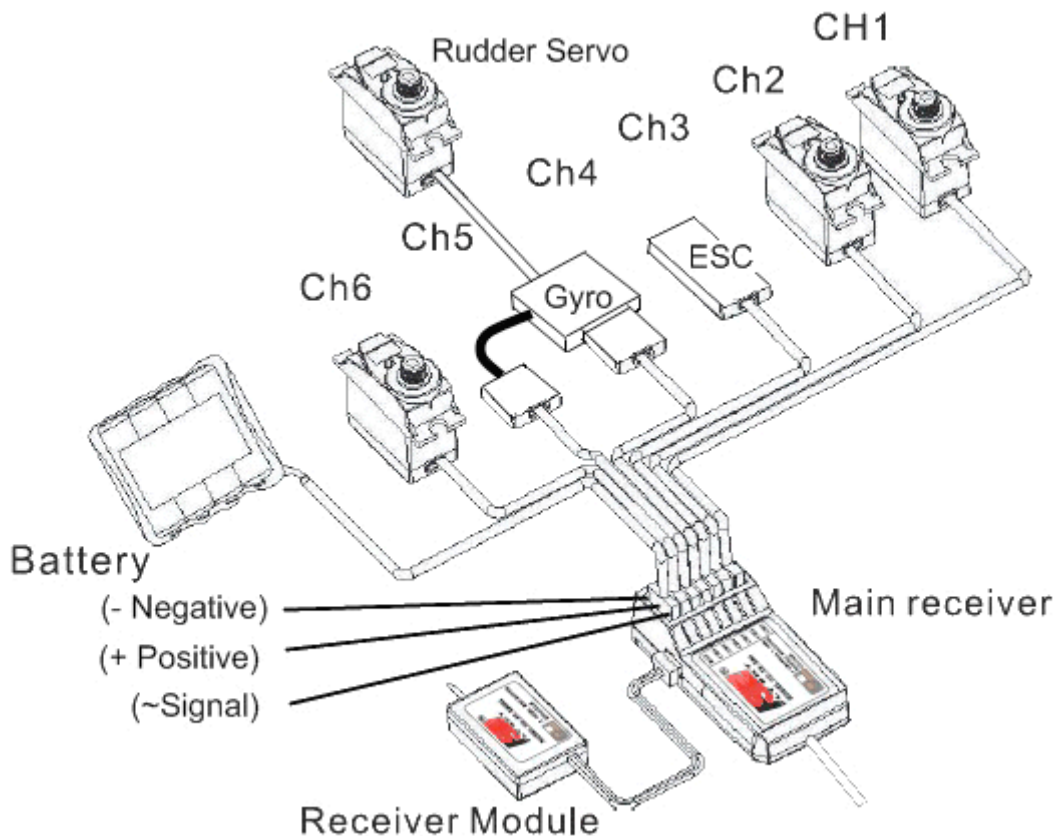

Fig. 6
Usted ya debe tener los servos instalados, y los cables conectados al receptor, como se muestra en la Fig. 6, y los cables asegurados a la estructura para que no se vean atrapadas en las partes móviles. Si no es así, instalar los servos ahora. Consulte los manuales de TREX, o el manual de su modelo en particular para colocar los servos en la orientación correcta. Utilice el modelo de servo misma para los tres servos cíclico (No mezcle marcas servo o tamaños de los servos cíclico). Estos son los servos que conectarse y controlar el plato cíclico.
CH1 - Alerón alambre servo negro hacia el borde del receptor. (Todas las conexiones tendrán el negro cable conectado hacia el borde del receptor (ver Fig. 6).) (Nota: Los manuales de TREX la etiqueta de la servo lado izquierdo como alerones, y el lado derecho como el servo de tono. No sabemos si esto es un error tipográfico, pero la nombre aceptado para CH1 servo lado derecho es el servo de alerones.)
2. Inserte el enchufe en el puerto de enlace de las mejores técnicas disponibles del receptor (ver Fig. 6)